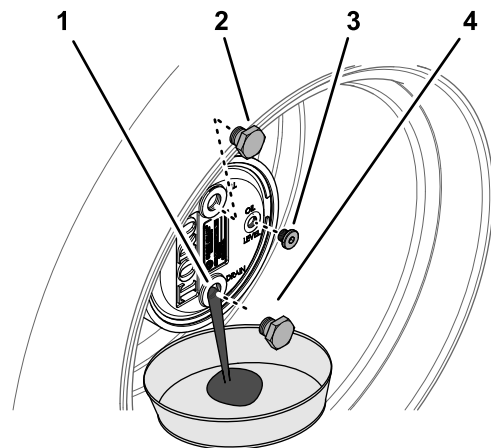

Bild 100
2. Entfernen Sie die Füllschraube, die auf 12 Uhr steht, und die Prüfschraube, die auf 3 Uhr steht (**Bild 100**).
3. Stellen Sie eine Auffangwanne unter die Nabe des Planetengetriebes, entfernen Sie die Ablassschraube, die auf 6 Uhr steht, und lassen das Öl vollständig ablaufen (**Bild 100**).
5. Setzen Sie die Ablassschraube in das Ablassloch des Planetengetriebegehäuses ein (**Bild 100**).